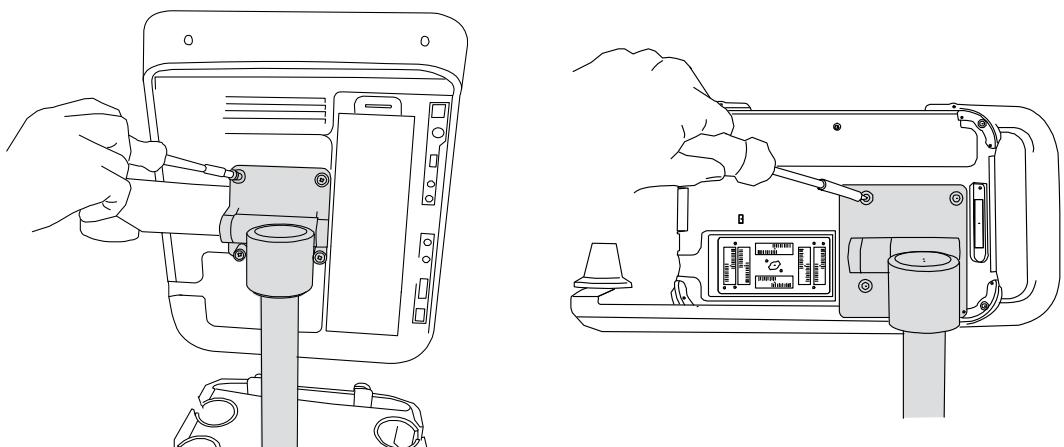

Figura 3 Coloque los tornillos en la placa de montaje: S Series (a la izquierda) y NanoMaxx (a la derecha)
- 4** Apriete los tornillos de cada una de las cuatro esquinas del sistema hasta que quede bien fijado. Apriete con un destornillador Phillips. Consulte Figura 3.
- 1** Apoye el sistema de ecografía y afloje los tornillos de cada una de las cuatro esquinas de la placa de montaje. Si es necesario, utilice un destornillador Phillips. Consulte Figura 3.